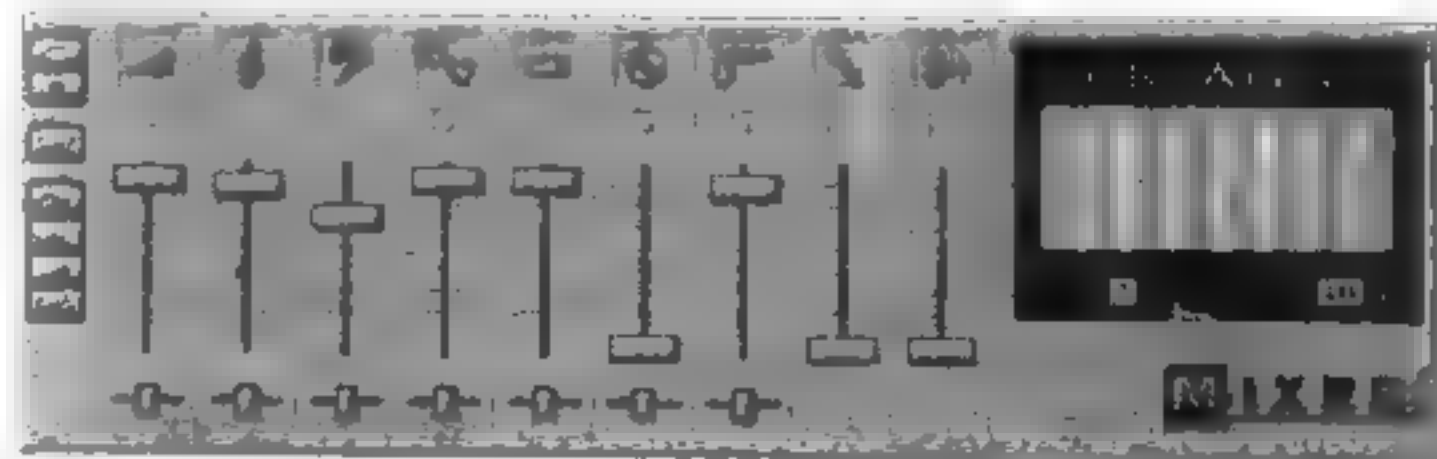

图4 通过 Creative 的 Mixer 程序, 可任意设定录音源, 并准确控制它们的音量大小。
4. 如需需要捕捉带伴音的数字视频, 那么请设置您的声卡或 Windows 95 提供的“调音台”。以 Creative SB AWE32 提供的调音台为例, 如图 4 所示。如音源来自 Line in (线路输入), 那么请把 Line in 的录/放音开关打开, 并将录/放音音量设置到适当位置。